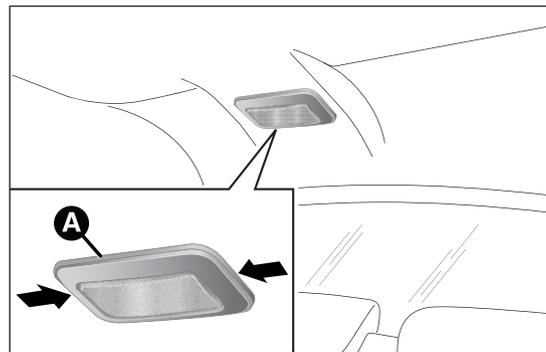

fig. 145
- ☐ agire nel punto indicato dalla freccia e rimuovere la plafoniera A fig. 145;